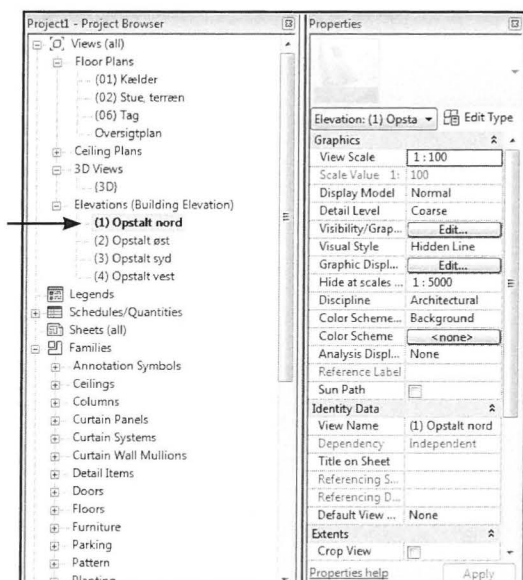

Fig. 04.08. Views manureres rundt i, i *Project Browseren*. *Properties* viser egenskaber for det valgte View eller det valgte værktøj eller objekt.
- Stå i Elevation: Opstalt Nord i *Project Browseren* (Fig. 04.08)